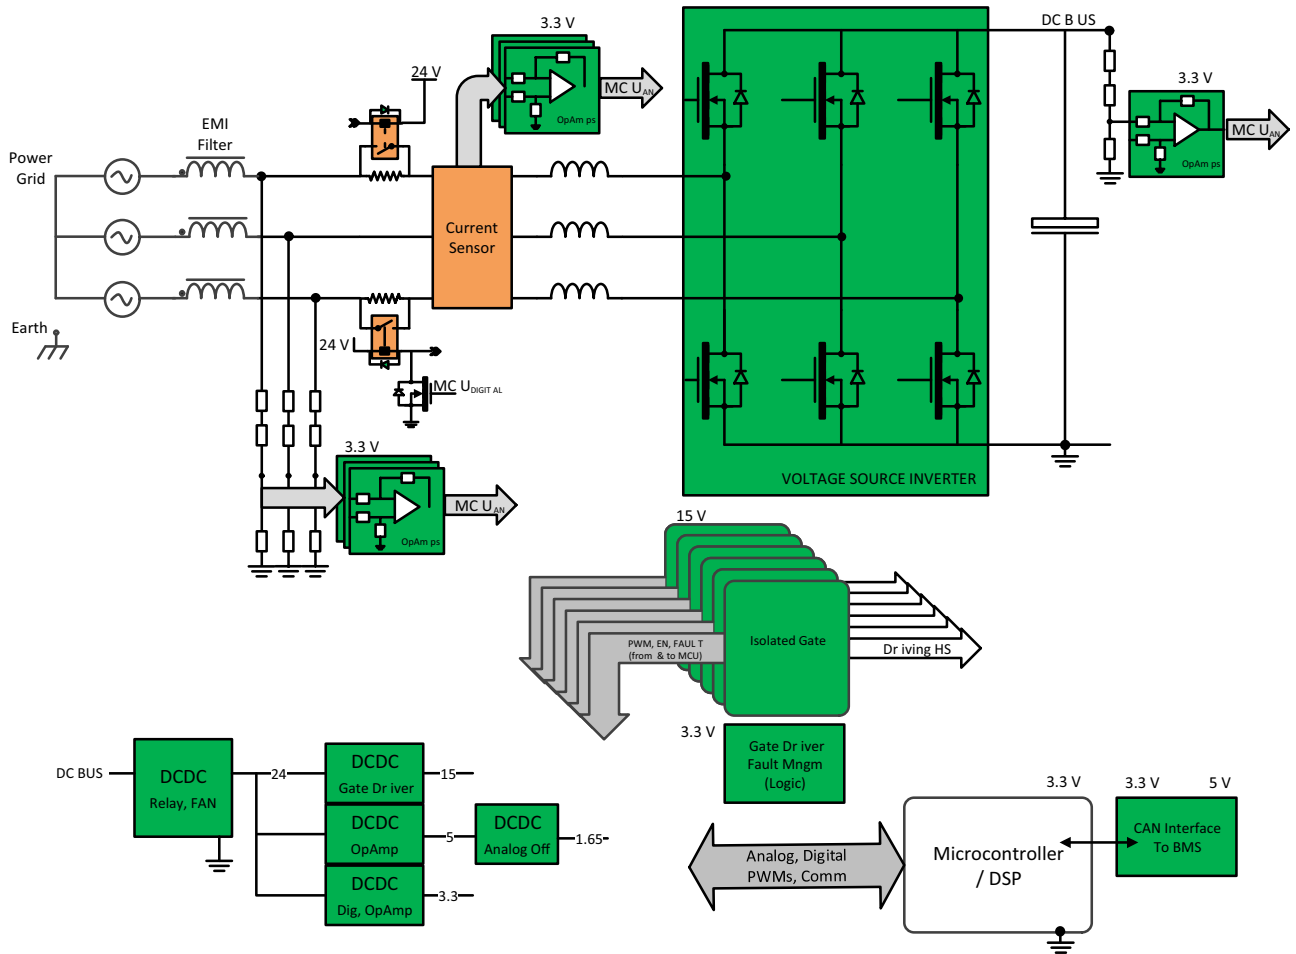

Figure 3. 3-Phase PFC Block Diagram
全体的な概念をFigure 3に示します。ここで提案するボードは、概念定義の段階でのテストの容易性を最優先事項としており、最大電力密度や小型化を目標にしたものではありません。
- Figure 3に示すように、24 Vから各種DC電圧レベルへの変換